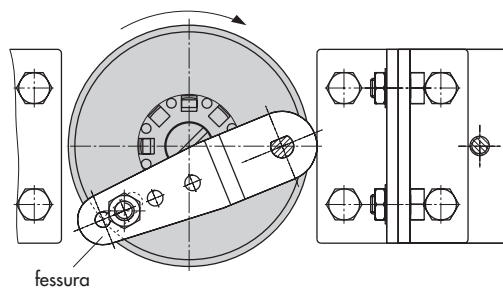

Fig. 8 - Montaggio su attuatori rotativi
1. Posizionare la boccola d'accoppiamento (3) sull'alberino scanalato o sull'adattatore (5).
2. Mettere la ruota del giunto (4) con la parte piatta verso l'attuatore, sulla boccola d'accoppiamento (3). Indirizzare la scanalatura in modo che in posizione di chiusura abbia la direzione di rotazione evidenziata nella fig. 8.
4. In base alla grandezza dell'attuatore, avvitare entrambi gli angoli inferiori (10.1) sul corpo dell'attuatore con l'inclinazione interna o esterna. Posizionare l'angolo superiore (10) e avvitare.
5. Montare la piastra di collegamento (6) o il supporto manometro (7) con i manometri sul posizionatore, attenzione al posizionamento di entrambi gli O-ring.
6. Sulla leva **M** (1) del posizionatore, svitare il perno standard (2). Utilizzare il perno di metallo ($\varnothing 5$) nel kit di montaggio e avvitare nel foro per la posizione **90°**.
7. Mettere il posizionatore sull'angolo superiore (10) e avvitare. Indirizzare la leva (1) in modo che tocchi con il suo perno la scanalatura della ruota del giunto (4) (fig. 8). Garantire che per mezzo angolo rotativo, la leva (1) sia parallela al lato lungo del posizionatore.